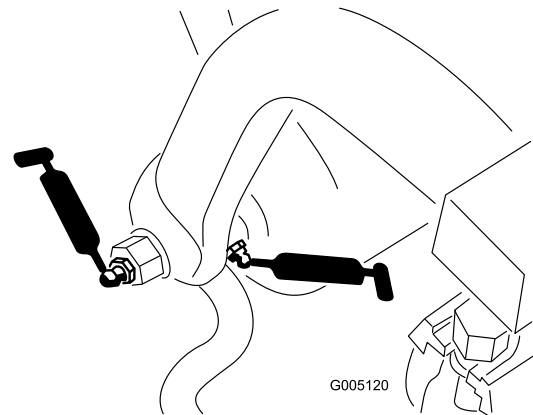

Figure 39
- Axe et rouleau de cadre de traction (12) (Figure 39)